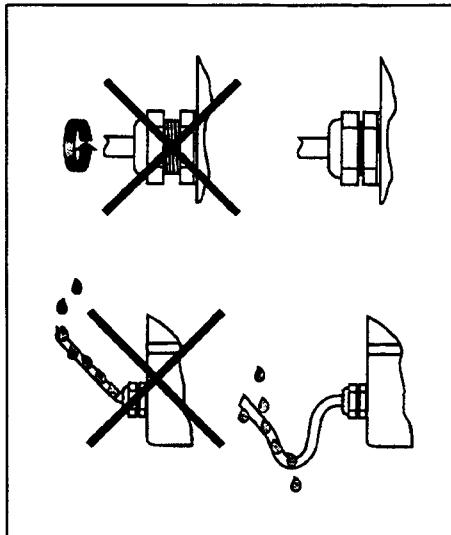

Рис. 5:
- Кабельные входы должны быть надежно затянуты (см. Рис.5).
- Кабель должен иметь прогиб вниз перед кабельным входом для предотвращения попадания влаги вовнутрь корпуса (см. Рис.5).